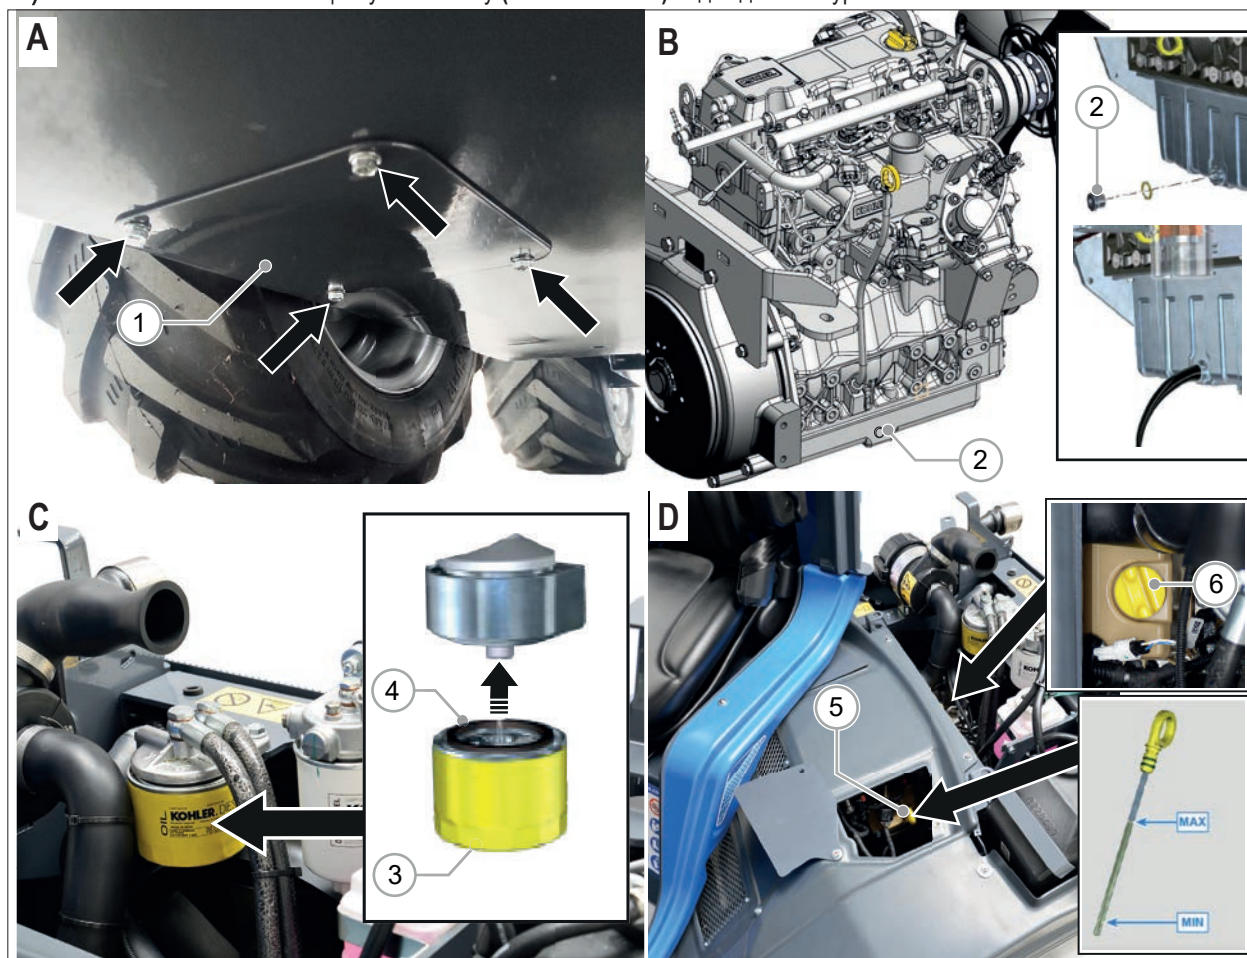

РИС. 59
- 4) Снимите защитную пластину (РИС. 59 - Сс. 1) под задней полурамой.
- 5) Удалите крышку масляного фильтра (РИС. 59 - Сс. 6) масляный щуп (РИС. 59 - Сс. 5).
- 6) Снимите сливную пробку (РИС. 59 - Сс. 2) в нижней части двигателя, и слейте все старое масло. Сливать масло будет проще, если оно тёплое. После слива всего масла установите сливную пробку на место. (РИС. 59 - Сс. 2).
- 8) Нанесите слой масла на прокладку (РИС. 59 - Сс. 4) нового картриджа (РИС. 59 - Сс. 3).
- 11) Извлеките масляный щуп (РИС. 59 - Сс. 4) для проверки уровня. Долейте жидкость до отметки **МАКС**. Не превышайте отметку **МАКС**. на щупе.
- 12) После завершения полностью установите на место масляный щуп (РИС. 59 - Сс. 5) и затяните крышку маслозаливной горловины (РИС. 59 - Сс. 6).
- 13) Установите на место защитную пластину (РИС. 59 - Сс. 1) под задней полурамой.